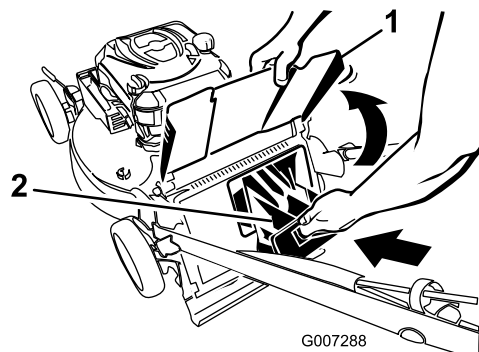

**Bild 23**
1. Verlegen Sie das Starterkabel um die untere Kabelführung (Bild 23).
4. Setzen Sie die Heckauswurfklappe ein (Bild 23).